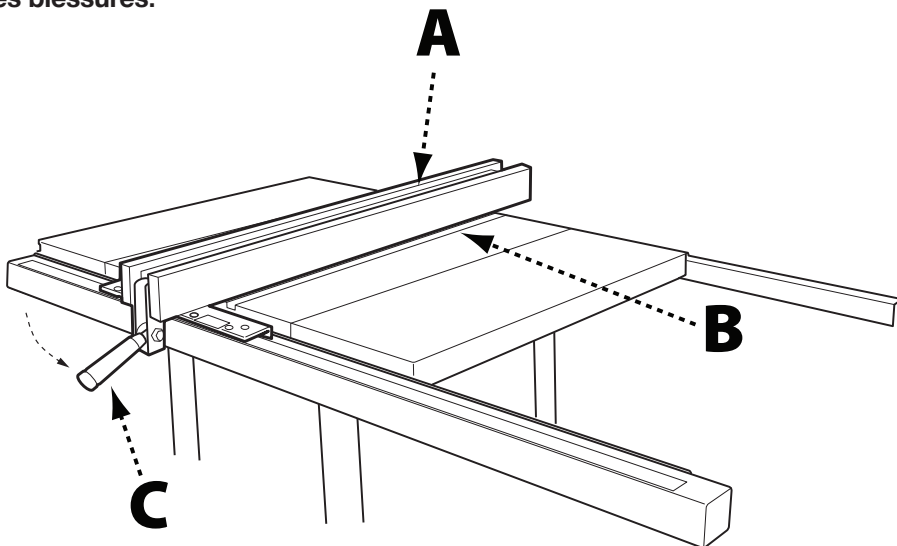

FIGURE 12
1. Déplacer le guide (A) (Figure 12) jusqu'à ce que le bord inférieur du guide s'aligne avec le bord de l'une des rainures du guide à onglets.
2. Abaisser le levier de serrage du guide (C) pour bloquer le guide en position. Le bord du guide devrait être parallèle avec la rainure du guide à onglets.